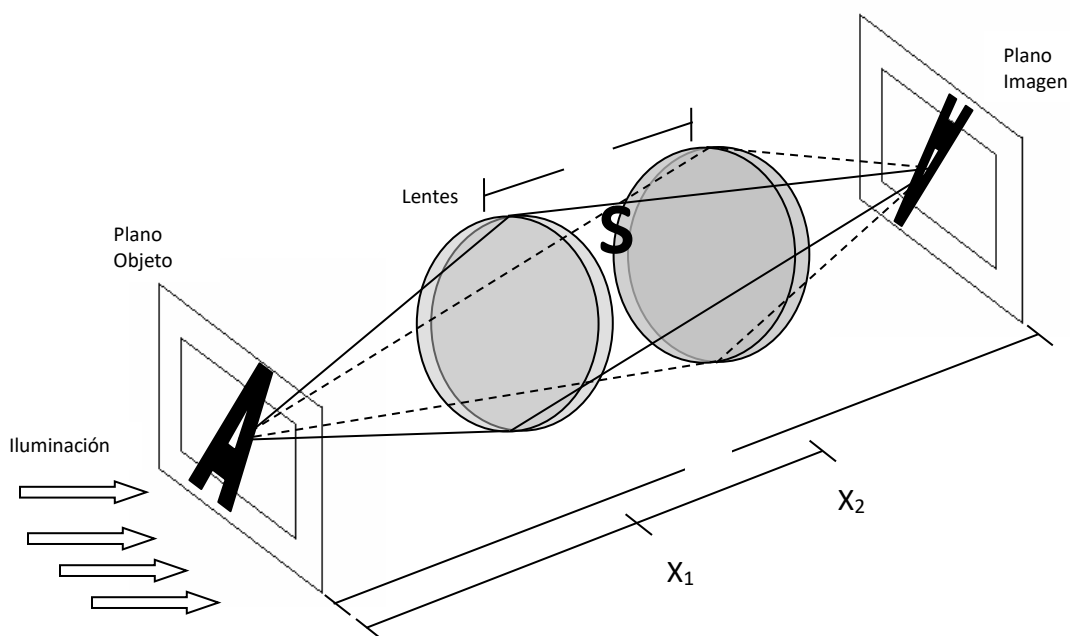

Figura 2. Cálculo de la distancia focal de una lente mediante el procedimiento de Bessel.
4. Nos proponemos determinar la distancia focal de las lentes empleadas en el punto anterior mediante el procedimiento de *Bessel*. Se fija la distancia a entre el plano objeto y la pantalla. Se determinan dos posiciones de la lente, respecto al objeto, para las cuales se forma la imagen del objeto en la pantalla. Mida la distancia s entre las dos posiciones. Ver Figura 2.